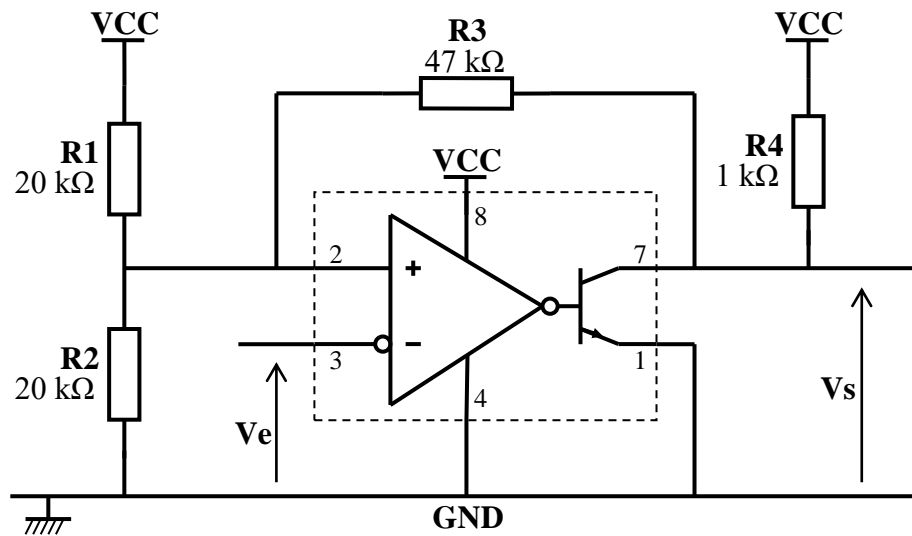

Figure 8 : comparateur à hystérésis
- Réaliser le montage de la figure 8 avec $VCC = +9V$. Les pattes 5 et 6 du LM311 ne sont pas connectées.
En partant des montages des figures 8 et 9, réaliser un oscillateur de fréquence 25 kHz et de rapport cyclique 50% avec $C = 1 \text{ nF}$.